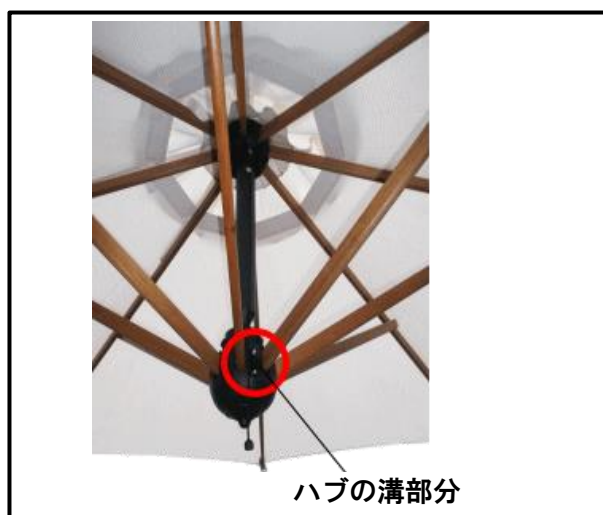

図.13
- ① 中心部分に下がっているストッパーひもをハブの溝部分に強く引っ張りながら差込みます。(図.13)